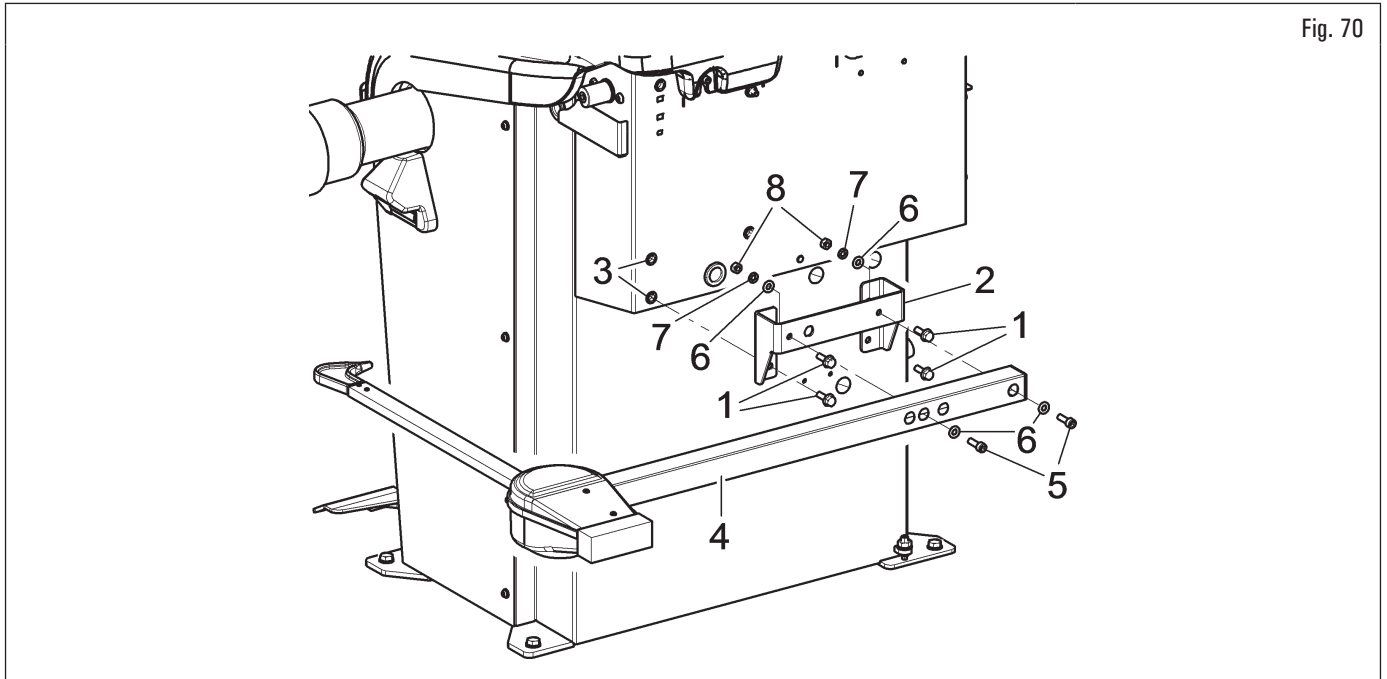
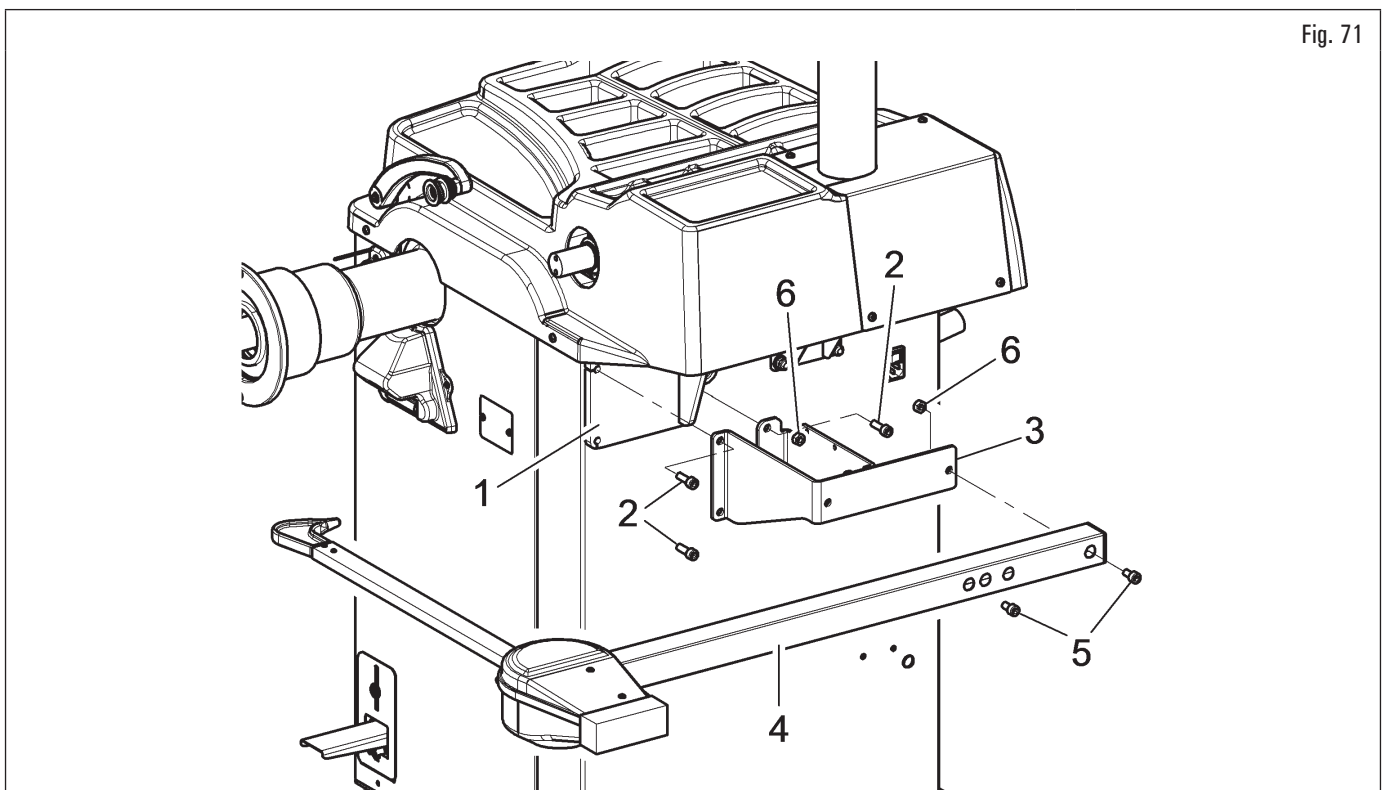
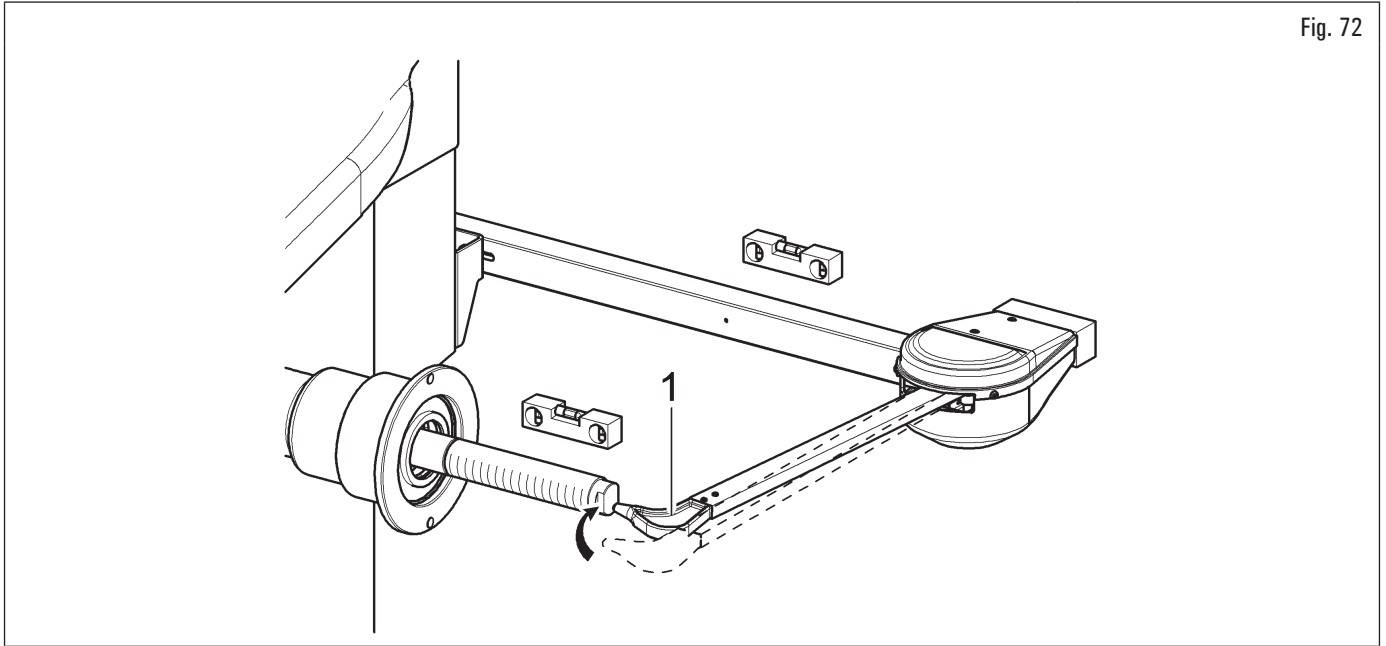

Fig. 70
Fig. 71
Fig. 72
1. Avvitare le 4 viti (Fig. 70 rif. 1) alla staffa del calibro (Fig. 70 rif. 2) e ai rivetti filettati (Fig. 70 rif. 3) posti sul telaio dell'apparecchiatura. Bloccare il braccio del calibro (Fig. 70 rif. 4) alla staffa (Fig. 70 rif. 2) avvitando le 2 apposite viti (Fig. 70 rif. 5) e le rondelle (Fig. 70 rif. 6). Bloccare queste viti con le rondelle (Fig. 70 rif. 6), le rondelle elastiche (Fig. 70 rif. 7) ed i dadi (Fig. 70 rif. 8) in modo che il mandrino e il braccio del calibro siano livellati (vedi Fig. 72);
1. Svitare le viti di fissaggio del supporto bilanciante (Fig. 71 rif. 1), prestando molta attenzione a sostenere il supporto stesso. Avvitare le 3 viti (Fig. 71 rif. 2) alla staffa del calibro (Fig. 71 rif. 3) e al supporto bilanciante (Fig. 71 rif. 1). Bloccare il braccio del calibro (Fig. 71 rif. 4) alla staffa (Fig. 71 rif. 3) avvitando le 2 apposite viti (Fig. 71 rif. 5). Bloccare queste viti con i dadi (Fig. 71 rif. 6) in modo che il mandrino e il braccio del calibro siano livellati (vedi Fig. 72);
- al termine del montaggio, assicurarsi manualmente che il puntale del calibro (Fig. 72 rif. 1) riesca a toccare la testa del mandrino;